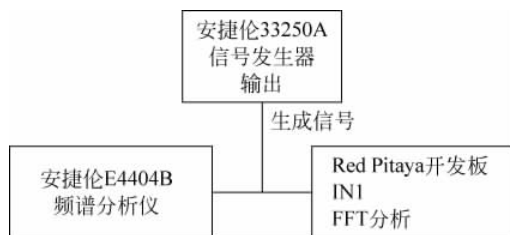
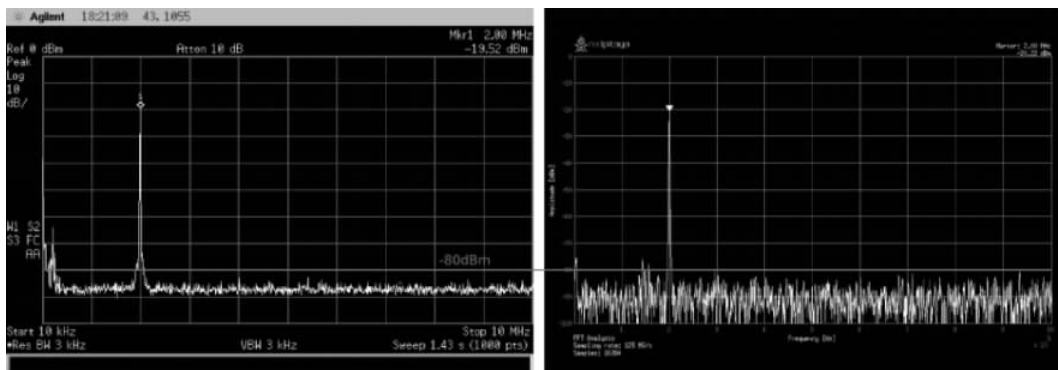
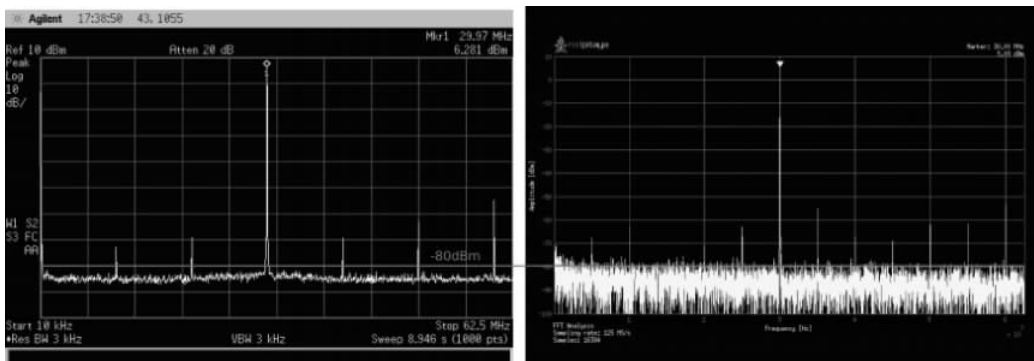

图 3-10 测量设置示意图
图 3-11 参考信号(-20dBm , 2MHz)
图 3-19 参考信号(-3dBFS,30MHz)
(16) 杂散频率分量：通常 $< -90\text{dBFS}$ 。测量参考 LV 跳线设置,输出信号禁用,PCB 通过 SMA 接地。图 3-10 中展示了 Red Pitaya 高速模拟输入的典型性能。使用安捷伦 33250A 信号发生器生成参考信号,使用安捷伦 E4404B 频谱分析仪对生成信号的参考频谱测量,通过 Red Pitaya 开发板采集相同的信号,并执行 FFT 分析。结果如图 3-11~图 3-19 所示,其中 Red Pitaya 开发板测量在右边。测量参考 LV 跳线设置,输出信号禁用,PCB 通过 SMA 接地。
(17) 参考信号： -20dBm , 2MHz ,如图 3-11 所示。
(25) 参考信号：-3dBFS,30MHz,如图 3-19 所示。